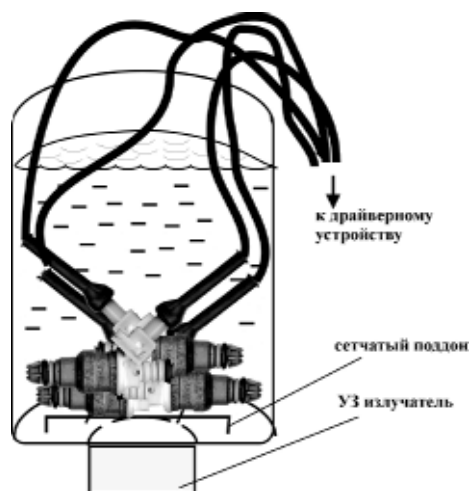

Рис.3.
8.4. Уложить форсунки с подключенными разъемами на сетчатый поддон таким образом, чтобы они располагались горизонтально. Рис.3. (первый этап). При отмывке двух форсунок оставшиеся свободные разъемы драйверного устройства располагаются вне рабочего объема ванны.